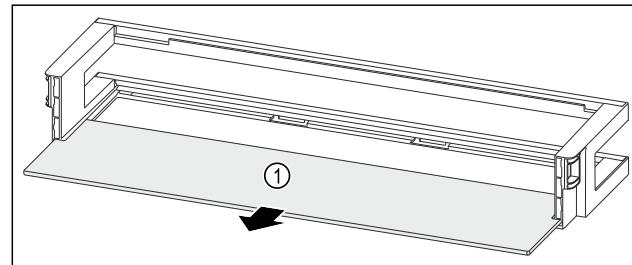

Fig. 131 Лотки на дверцятах з полицею
- ▶ Дістаньте полицю Fig. 131 (1).